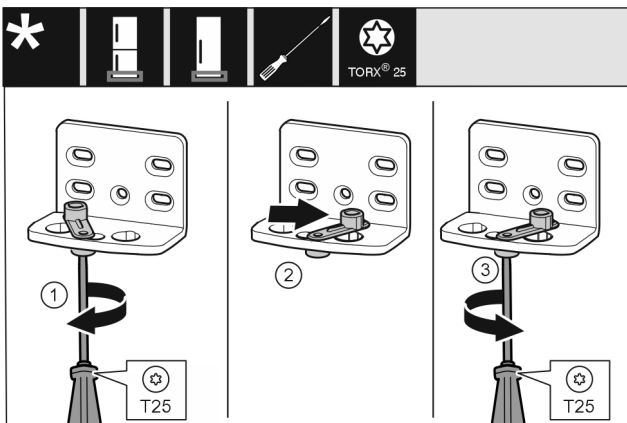

Fig. 16
- ▶ Odvijačem labavo uvrtnite vijak Fig. 16 (1).
- ▶ Podignite pomagalo za zatvaranje vrata Fig. 16 (2) i okrenite ga za 90° nadesno u provrt.
- ▶ Odvijačem pritegnite vijak Fig. 16 (3).